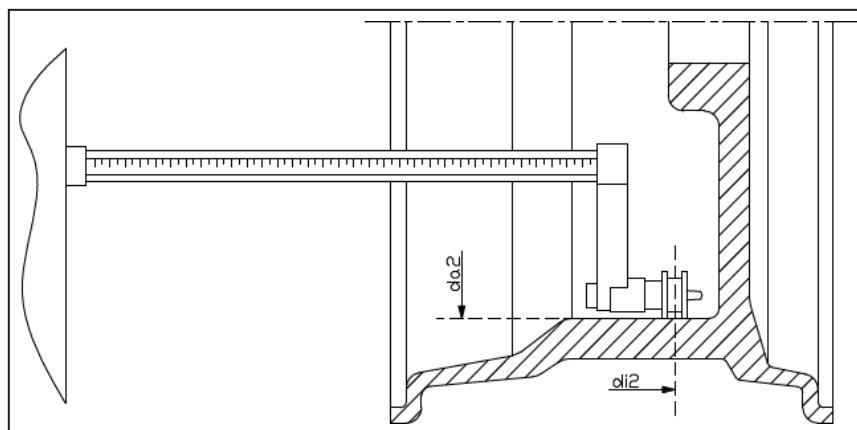

Рис. 3.9 - Автоматическое получение расстояния к внешней плоскости в типах программ ALS1 и ALS2
4. Выдвиньте датчик расстояния/диаметра и поместите его к плоскости, выбранной в качестве внешней плоскости. См. рисунок 3.9;